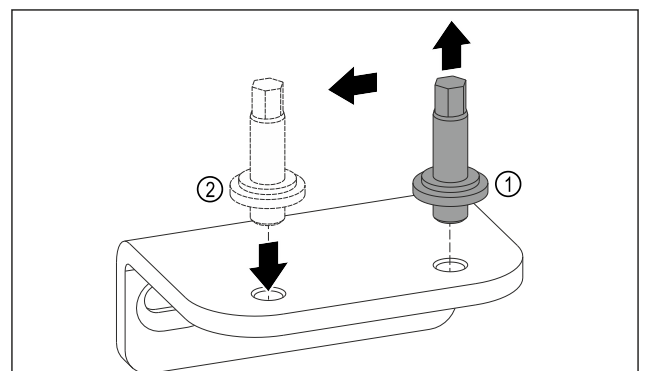

Fig. 13
- Draai de bout van de onderste lagersteun los met een SW5-inbussleutel. Fig. 13 (1)
- Plaats de bout aan de andere kant. *Fig. 13 (2)*